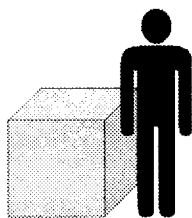

Рисунок 3.49 – Порівняльний об'єм палива, використаного за рік одним реактором типу ВВЕР-1000
- невеликий об'єм використовуваного палива і можливість його повторного використання після переробки (рисунок 3.49). Для порівняння – одна ДРЕС потужністю 2000 МВт спалює за добу два поїзди вугілля);